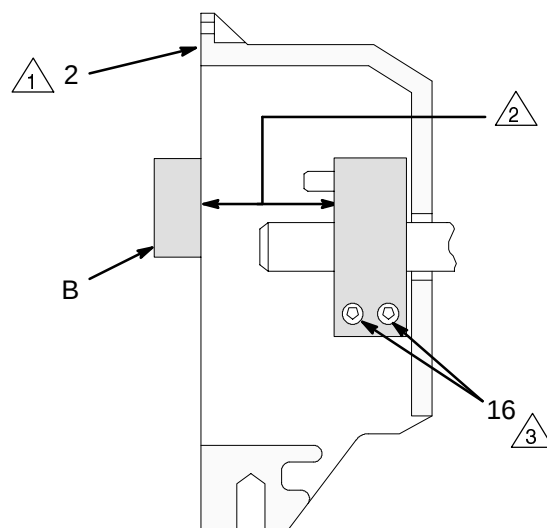

Fig. 19
3. Presione la **abrazadera (3)** contra el eje del motor (A). Mantenga las distancias indicadas en la Fig. 19: $50,55 \pm 0,25$ mm.